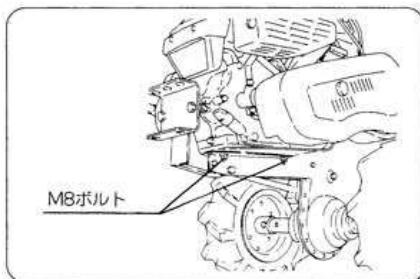

図9
- ❹ エンジンの締付けボルト等の重要なボルトは、増締めしてください。ボルト、ナットの脱落の有無を点検してください。(図9)